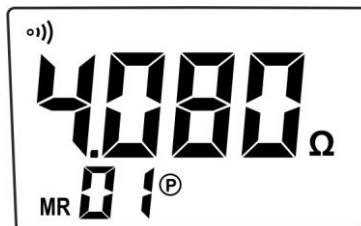

Abb. 29: Displayaufruf der Messergebnisse
2. Drücken und halten (>2s) Sie die Taste "**MEM**" Taste für den Zugriff auf den Speicherbereich. Das Gerät zeigt die letzte abgespeicherte Messung und das Symbol "MR" (siehe Abb.29)